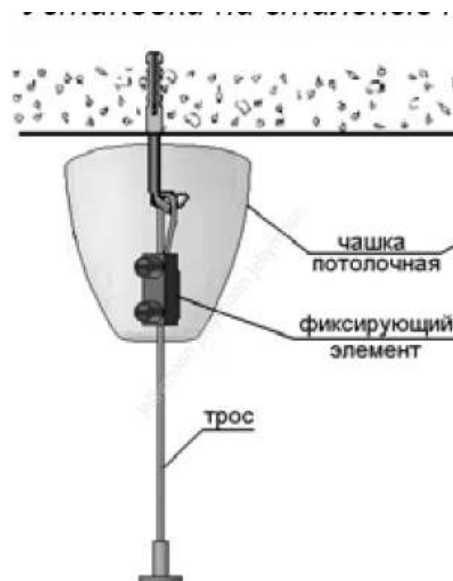

Рисунок 2 - Установка светильника серии ДСО314 Ball
5.3 Установить светильник на любую плоскую поверхность с применением универсального крепежа (рисунок 2).